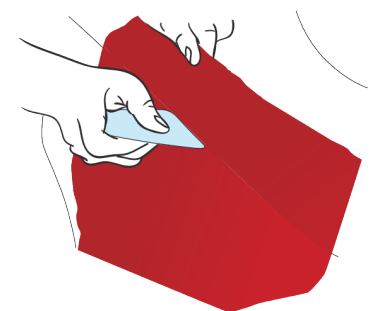

Figure 30
- › Marquer les contours de la pièce : décoller le film de la pièce adjacente et emmener le dans le creux à l'aide de la raclette, afin de bien marquer le bord du joint. (FIG. 30)